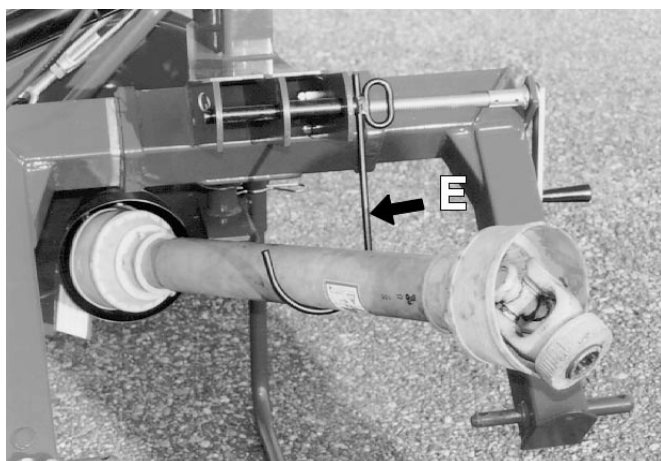

fig.32
- Staccare l'albero cardanico sospendendolo al supporto **E** (fig.32).
- Uncouple the drive line and support it with its hanger **E** (fig.32).
- Désaccoupler l'arbre à cardans et le suspendre au crochet **E** (fig.32).
- Separe el árbol de Cardán colgándolo del soporte **E** (fig. 32).
- Die Kardanwelle lösen und in den Bügel **E** (Abb.32) einhängen.